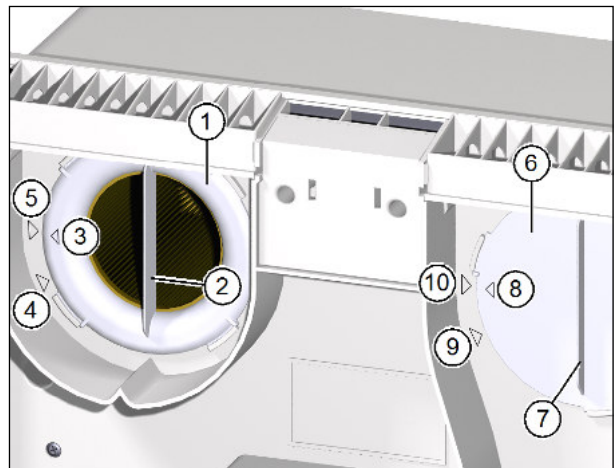

Abb. 14: Luftfilter entfernen
- ▶ Drehen Sie den Filterring (Pos. 1 in Abb. 14) an der Griffleiste (Pos. 2 in Abb. 14) gegen den Uhrzeigersinn, bis der Pfeil am Filterring (Pos. 3 in Abb. 14) auf den Pfeil der Entnahmeposition (Pos. 4 in Abb. 14) zeigt.
- ▶ Drehen Sie den Filterdeckel (Pos. 6 in Abb. 14) an der Griffleiste (Pos. 7 in Abb. 14) gegen den Uhrzeigersinn, bis der Pfeil (Pos. 8 in Abb. 14) am Filterdeckel auf den Pfeil der Entnahmeposition (Pos. 9 in Abb. 14) zeigt.
- ▶ Achten Sie darauf, dass der Filterring so orientiert ist, dass der Pfeil auf dem Filterring (Pos. 3 in Abb. 14 auf Seite 26) mit dem Pfeil der Entnahmeposition (Pos. 4 in Abb. 14 auf Seite 26) fluchtet.
- ▶ Drehen Sie den Filterring im Uhrzeigersinn bis der Pfeil auf dem Filterring (Pos. 3 in Abb. 14 auf Seite 26) mit dem Pfeil der Arretierposition (Pos. 5 in Abb. 14 auf Seite 26) fluchtet.
- ▶ Kontrollieren Sie die Position von Filterring und Filterdeckel. Die Griffleisten müssen senkrecht stehen und die Pfeile auf Filterring und Filterdeckel müssen mit den Pfeilen der Arretierposition fluchten (siehe Abb. 14 auf Seite 26).